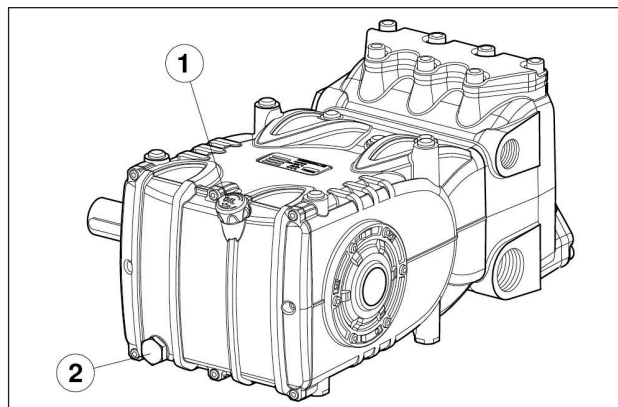

图 3
通过油位尺 ①，图 3。
正确的油位检查必须在泵处于室温时进行，换油必须在泵处于工作温度时进行，首先拆除油位杆（部件号 ①），随后拆除塞子（部件号 ②，图 3）。